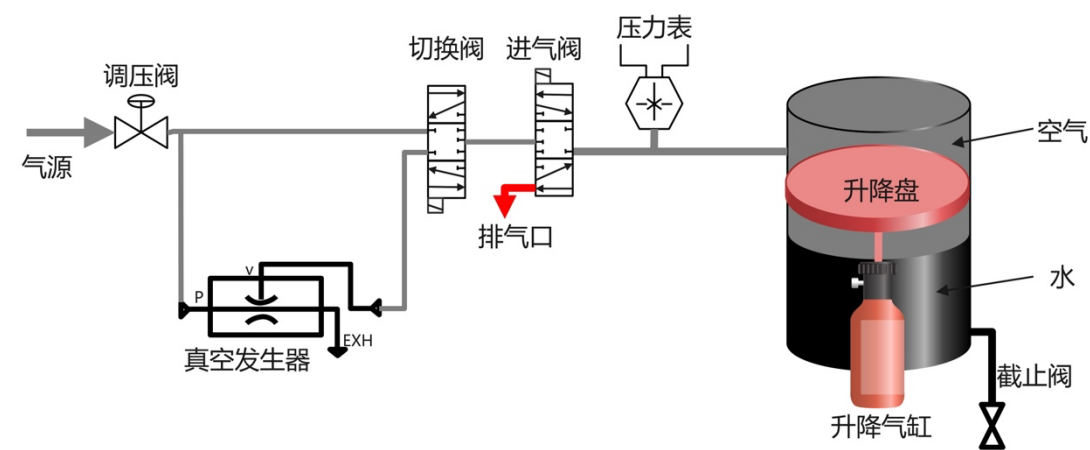

图 4-12 正负压看漏点检测设备 元件动作顺序图
- 2.水上加压。打开图 4-12 中的进气阀，将调节好的压力冲入缸内上半部分空间，图中灰色部分，如果产品有漏，此时气压会进入产品内部；